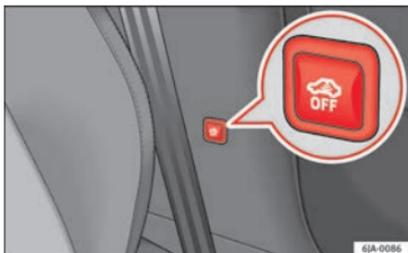

Fig. 125 Tecla para la vigilancia del habitáculo y el control de sistema antirremolque.
- Pulse la tecla  » **fig. 125** en la columna central, el símbolo retroiluminado en rojo  situado dentro de la tecla cambia a naranja.